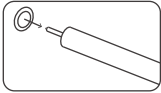
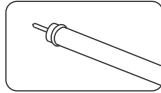

Figura 8
Figura 9
7) Lubrique con jabón líquido* el guardapolvos y el extremo superior de los tubos, coloque el guardapolvos en el tubo y deslizar aproximadamente 20 cm **Figura 8 y Figura 9**